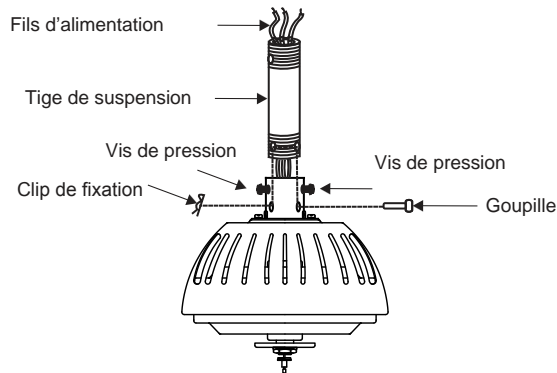

Fig. 8
**Étape 6.** Desserrez les deux vis de pression et enlevez la goupille ainsi que le clip de retenue du couplage sur le dessus du moteur (Fig. 8).
Remplacez ensuite la goupille et le clip de retenue. Serrez les deux vis de pression (Fig. 8)